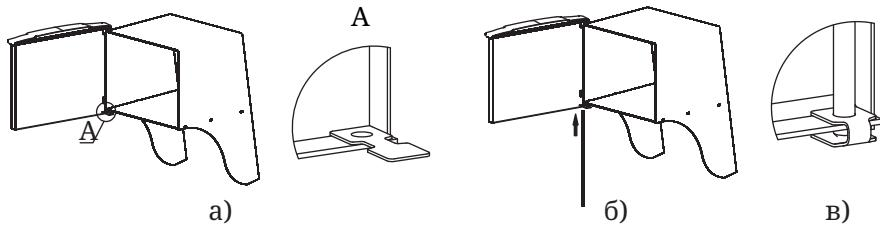

Рисунок 11. Установка дверцы при монтаже печи
2. Установите дверцу на втулки топливного канала, совместив отверстия (рисунок 11.а);
- Совместите отверстие упора с нижним отверстием каркаса, при этом упор должен располагаться внутри каркаса (рисунок 11.а);
- Вставьте ось через отверстия снизу вверх (рисунок 11.б),
- Подогните упор, фиксируя конец оси между площадками упора (рисунок 11.в);